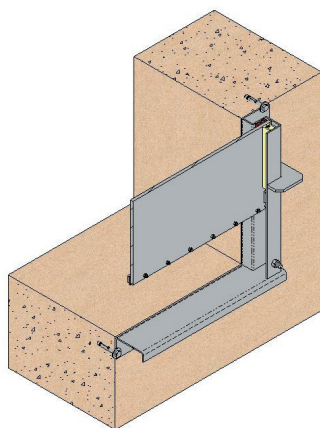
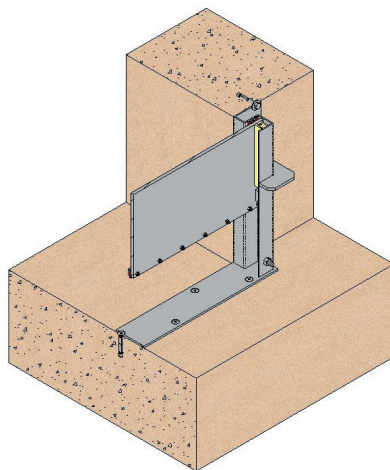
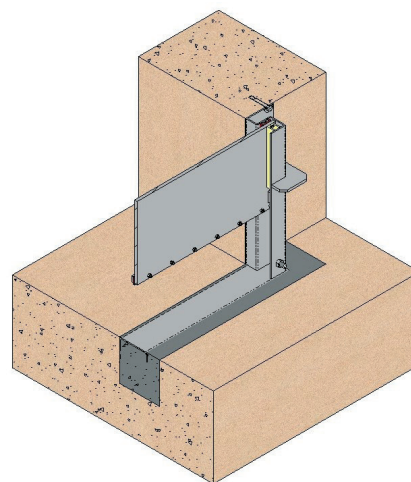

Fig. 31
Fig. 32
Fig. 33
Tal como referimos anteriormente, o sistema mais habitual para montar estas comportas de parede é apoiá-las na parede e fixar através de ancoragens de expansão ou químicas (fig. 31), mas como podemos visualizar na fig. 32 e fig. 33 existem mais opções de montagem.
Este procedimento serve para as comportas de revestimento de fundo plano (fig. 32) e comportas comuns (fig. 31).
- Para montar a comporta com o revestimento de fundo embutido no betão (fig. 33) é necessário que na obra civil exista uma caixa (fig. 28 e fig. 29). Assim que a comporta estiver colocada na caixa, centrá-la em relação ao orifício da parede, assegurando que o revestimento de fundo da comporta fica ao nível da obra civil. Desta forma não existem ressaltos no revestimento de fundo, conseguindo-se uma passagem total e contínua. Realizam-se os furos necessários para os perfis laterais e perfil superior, utilizando os orifícios do corpo da comporta como guia. Retirar a comporta e, no local da parede onde a mesma ficará situada, aplicar uma pasta de selagem do tipo SIKAFLEX-11FC ou semelhante, com o fim de evitar fugas entre o corpo e a parede. Voltar a colocar a comporta na respectiva localização e aparafusar através de ancoragens de expansão ou químicas, com o procedimento habitual, com a ajuda de uma régua plana, aparafusando em modo cruzado e sem apertar excessivamente.